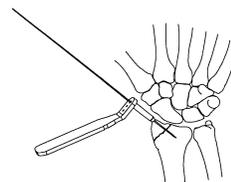

図1
- 骨折部の修復後、0.8 ガイドピンを 0.8 ガイドピン用ガイド (S) を用いてイメージインテンシファイヤー (X線透視) で確認しながら、適位深さまで刺入します。(図1)